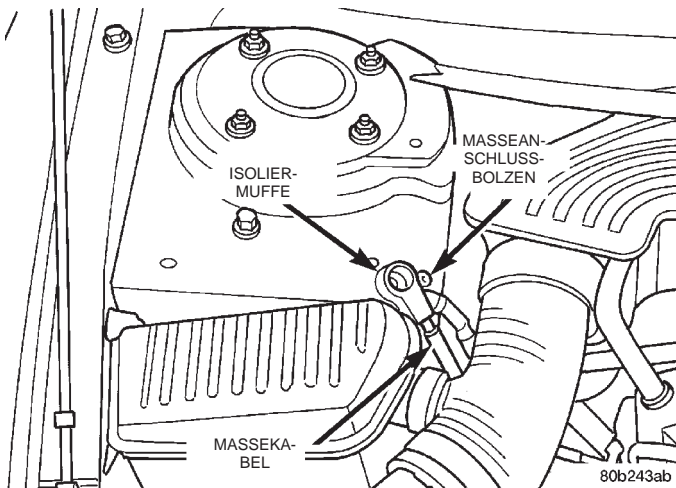

Abb. 2 Korrekt isoliertes Massekabel
(1) Massekabel der Batterie vom Masseanschlussbolzen am Federbeindom abschrauben. Zur Isolierung die Isoliermuffe des Kabels auf den Masseanschlussbolzen schrauben (Abb. 2).
(2) Vorderräder in Geradeausstellung bringen.
(3) Fahrzeug anheben. Dazu Unterstellböcke oder eine Hebebühne verwenden, die am Rahmen angebracht wird. Näheres hierzu, siehe Kapitel 0, "Schmierung und Wartung", Abschnitt "Anheben des Fahrzeugs".